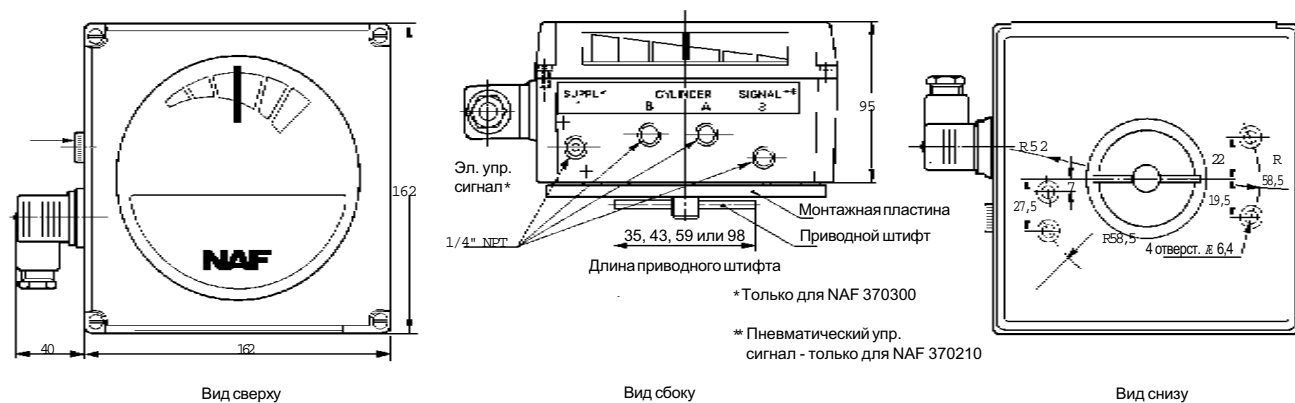

Рис. 10. Габариты и соединения
При помощи приводного штифта шпиндель (8) – см. Рис. 10 – непосредственно соединён со штоком привода (16). Поршень привода перемещается, поворачивает шпиндель (8), а следовательно, и эксцентрик (9). В это же время, толкатель (6), приводимый в движение эксцентриком, изменяет силу сжатия/растяжения пружины (10). Движение продолжается до тех пор, пока не наступит баланс сил между пружиной и сильфоном. Тогда балансирный рычаг (13) и золотник (15) возвращаются в состояние равновесия и привод/клапан поворачивается в требуемое положение в соответствии с управляющим сигналом.
Габариты позиционера указаны на Рис. 10, где представлены также подходящие варианты длины приводных штифтов и показано расположение монтажных отверстий для установки позиционера на привод.